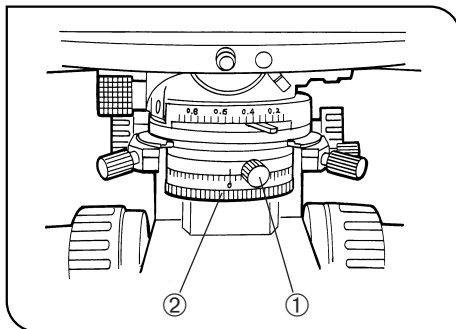

Fig. 30
(fig. 30)
2. Insira o analisador rotativo no caminho óptico e coloque a escala de direcção de vibração na posição 0°. Aperte com o botão de aperto. (fig. 30)
4. Solte o botão de aperto do polarizador ①. Rode a escala do polarizador ②, até obter uma extinção completa. Nesta altura, aperte o botão de aperto ①. (fig. 30)